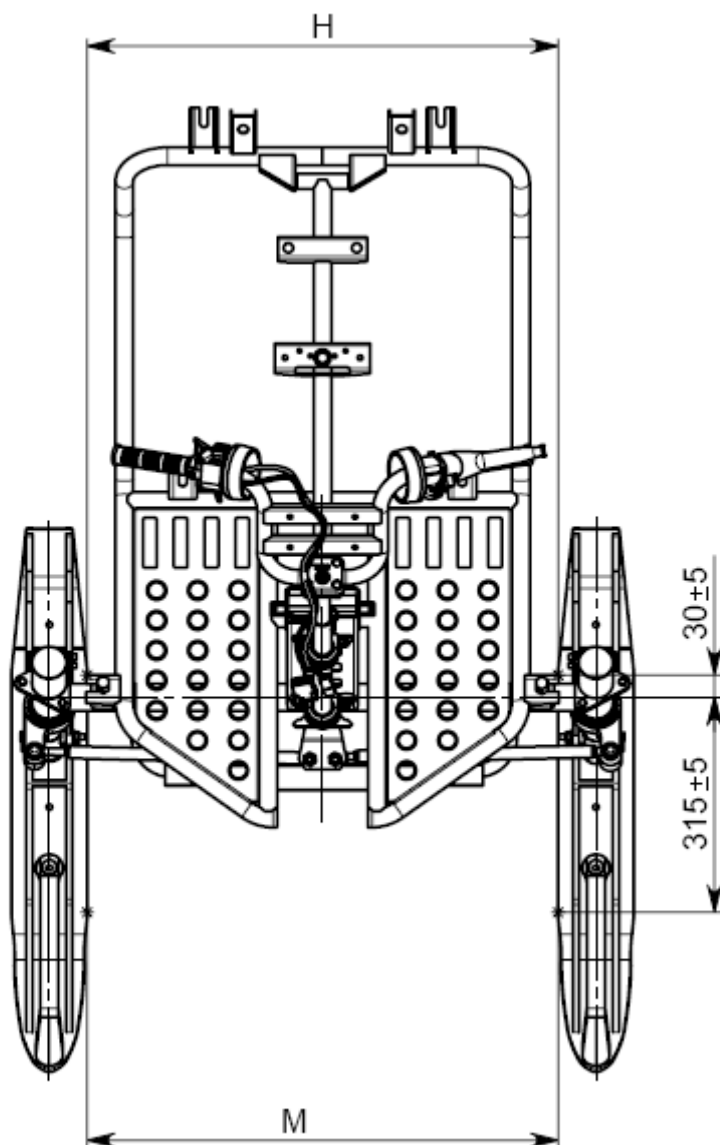

Рисунок 12 – Регулировка схождения лыж
- вращением рулевых тяг добейтесь, чтобы при положении лыж "прямо-вперед" расстояние М (рисунок 12) между передними концами